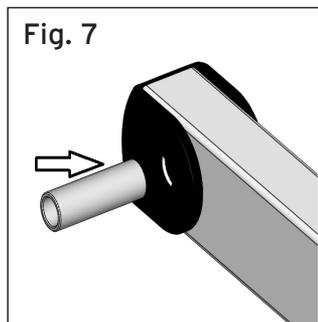
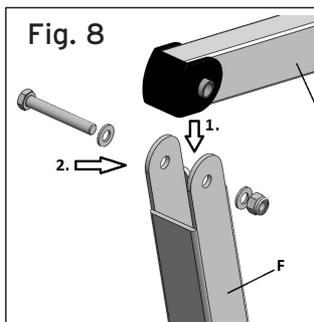

Fig. 7
Fig. 8
4. Collegare il braccio alla colonna con la boccola (Fig.7) e la vite in dotazione. (Fig.8)